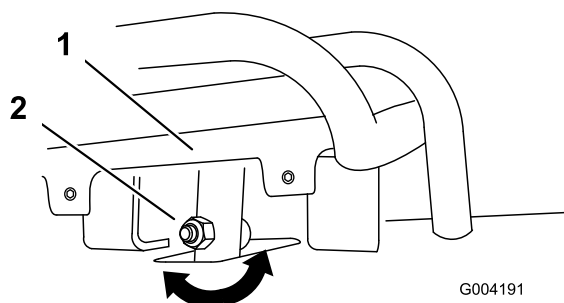
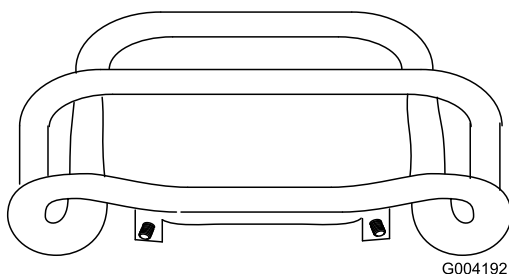

Figura 50
Figura 51
4. Se la parte anteriore del comando della trazione non rimane diritta e a filo con la barra di riferimento, allentare il dado flangiato e imbullonare lo stelo del comando della trazione (Figura 50).
5. Regolare il comando della trazione in modo che rimanga a filo con la barra di riferimento quando viene tirato all'indietro (Figura 50 e Figura 51).